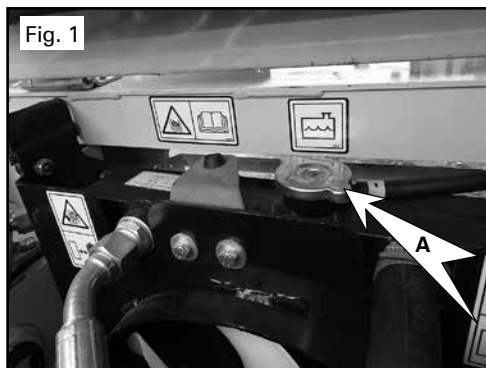

Fig. 1
- Quite el tapón del radiador (Fig. 1 (A)).